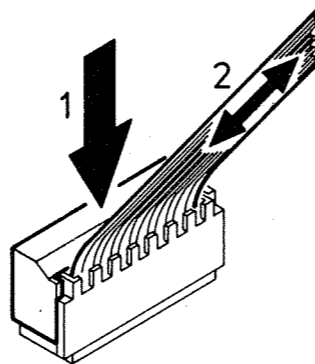

Fig. 2
5. Die Leiterplatten sind an mehreren Stellen mit einem Steckverbinder ausgeführt (wie etwa 2A, 4A usw.). Bild 2 zeigt den Einbau und den Ausbau der Verdrahtung.
Fig. 2 indica come attaccare e staccare i cavi.